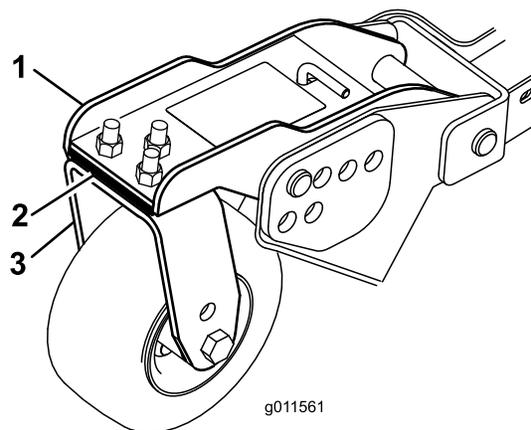

Figura 29
Girate la lama su ciascun fusello fino a disporla in parallelo con la lunghezza della macchina. Misurate dal suolo alla punta anteriore del tagliente. Regolate gli spessori di 3 mm sulla forcella (o forcelle) della ruota orientabile, finché l'altezza di taglio non corrisponde al valore riportato sull'adesivo (Figura 29). Unicamente per il fusello della lama esterna vedere la procedura in Regolazione del passo dell'apparato di taglio.
3. Se il bordo interno dell'apparato di taglio laterale è troppo alto rispetto al bordo esterno dell'apparato di taglio anteriore, togliete uno spessore di 3 mm dalla base del braccio della ruota orientabile anteriore interna dell'apparato di taglio laterale (Figura 29). Controllate di nuovo la misura tra i bordi esterni di entrambi gli apparati di taglio ed il bordo interno dell'apparato di taglio laterale rispetto al bordo esterno dell'apparato anteriore.